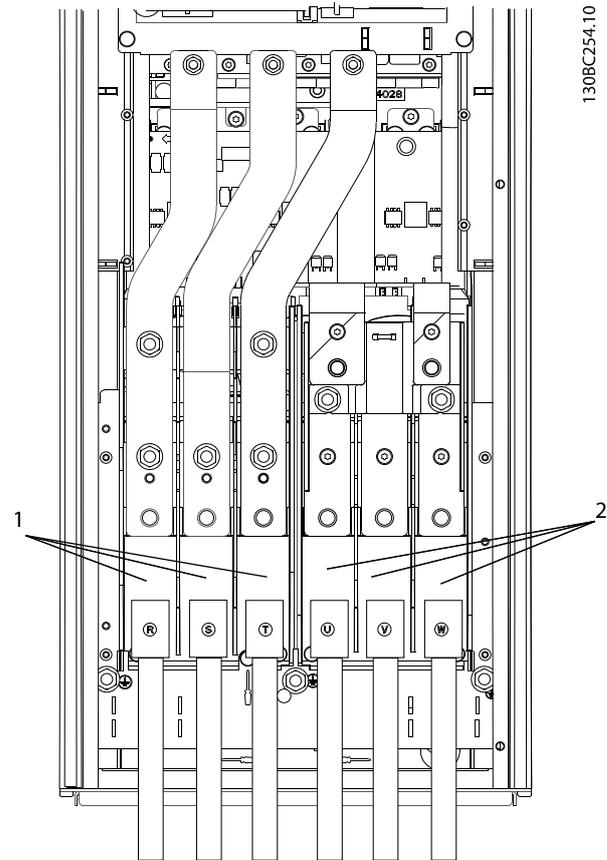

Abbildung 3.11 Netzanschluss
- Schließen Sie die 3 Phasen des Netzeingangs an die Klemmen L1, L2 und L3 an (siehe *Abbildung 3.11*).